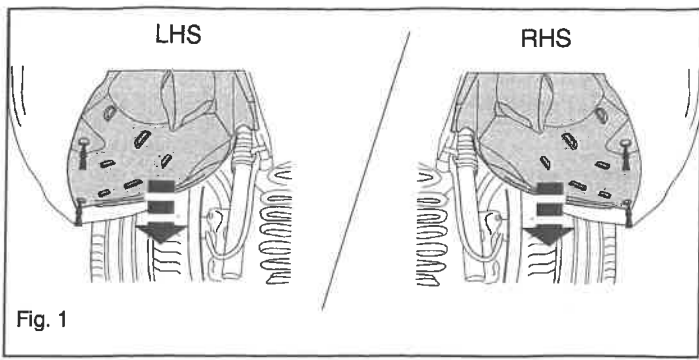

Fig. 1
1. Снять пластмассовые защитные колпачки. См. рисунок 1.